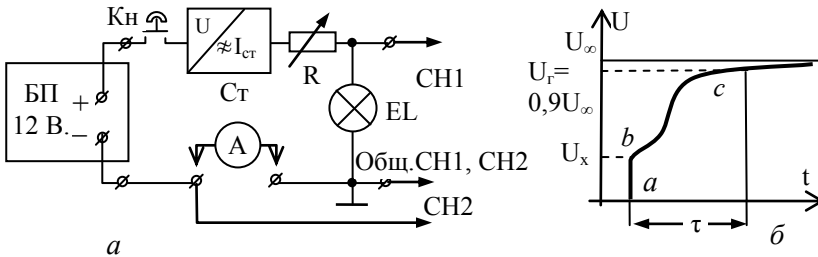

Рис. 12. Макет "Лампочка накаливания":
1) Используя макет "Лампочка накаливания" (прил. 4), соберите схему, представленную на рис. 12.